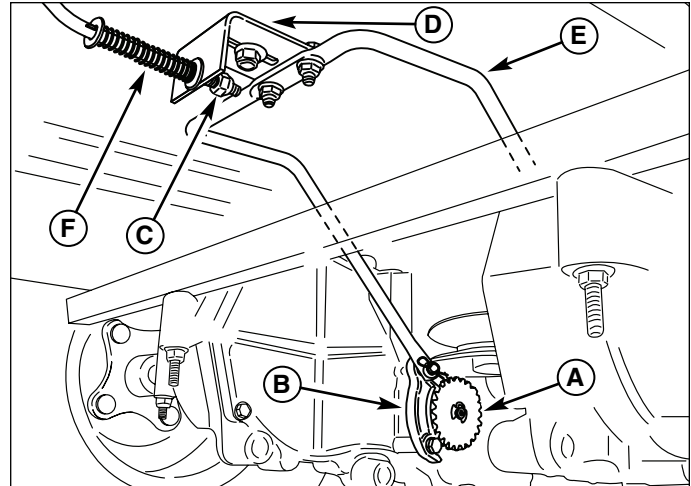

Figure 23a. Réglage du frein de stationnement
3. Avant d'entamer le réglage de frein, vérifiez le mécanisme de freinage (A, Figure 23a), le bras de frein (B), le support de frein de stationnement (D), la tige de frein (E), et le ressort de compression (F) pour éliminer saleté ou débris qui pourraient affecter le fonctionnement du freinage.
4. Vérifiez que les bras de frein (B) sont engagés contre les mécanismes de freinage (A), avec les dents sur les bras en prise avec celles des mécanismes.